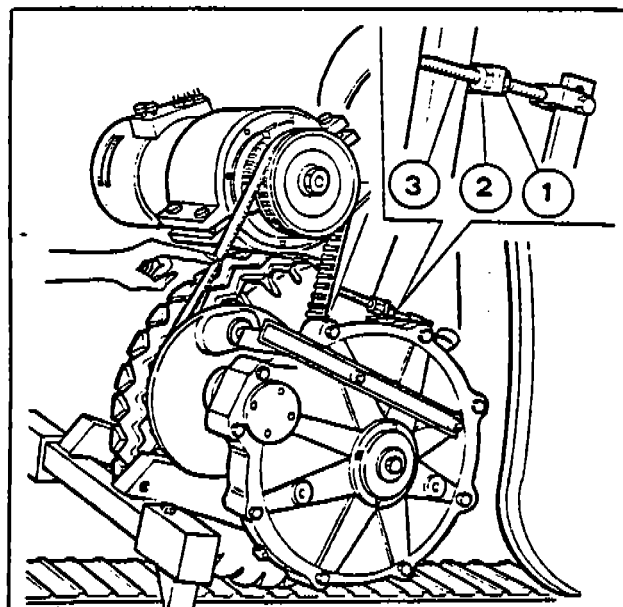

Fig. 49
The right regulation to operate is a 4-lb. pressure on the belt, it will flex about 5/6" (Fig. 49) To adjust the belt:
La giusta tensione della cinghia si ha quando esercitando una pressione di circa 2 kg. al centro del tratto libero tra le due pulegge, si ottiene una flessione di circa 2 mm (Fig. 49). Se necessario regolarne la tensione come segue:
- 1) Allentare dado e controdado (1-2-Fig. 49).
- 2) Avvitare poi il dado (2-Fig. 49) sul prigioniero (3-Fig. 49) finché si ottiene la giusta tensione della cinghia, bloccare poi con il controdado (1-Fig. 49).
- 1) Sbloccare dado (1-Fig. 49) e svitare il controdado (2-Fig. 49) fino a permettere lo sfilamento della cinghia prima dalla puleggia riduttore e poi dalla puleggia motore.